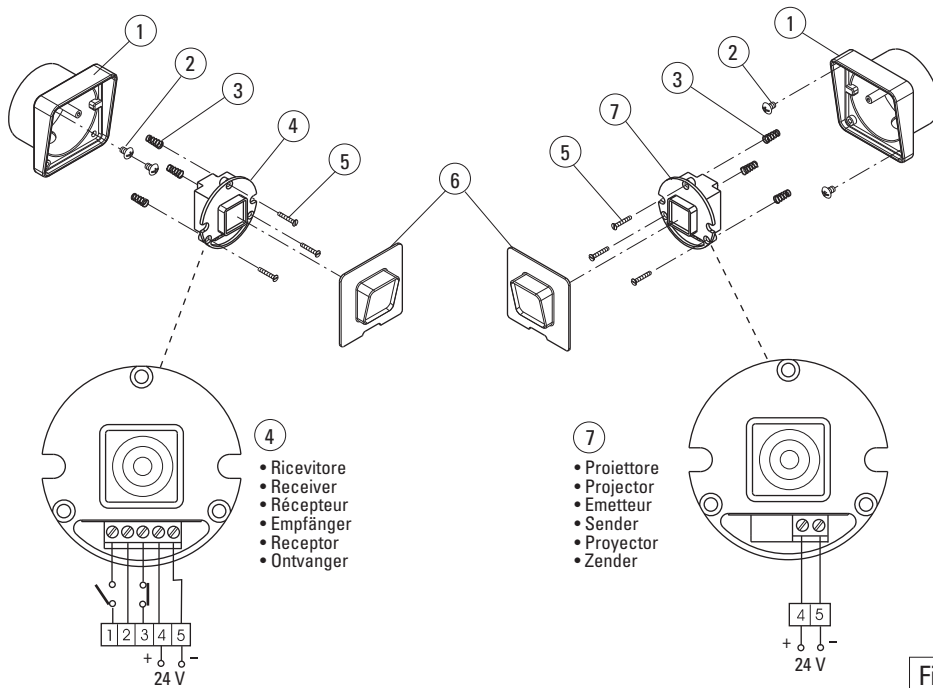
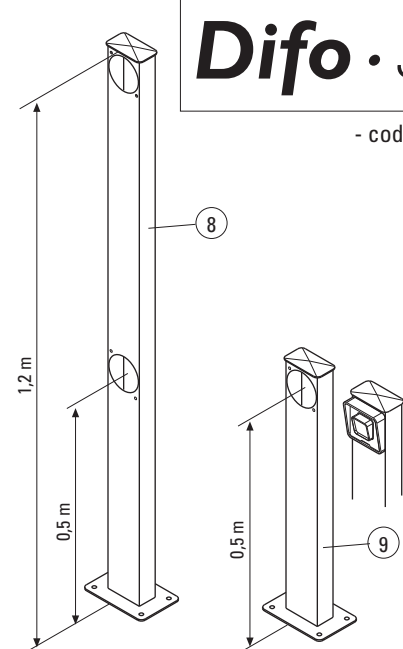
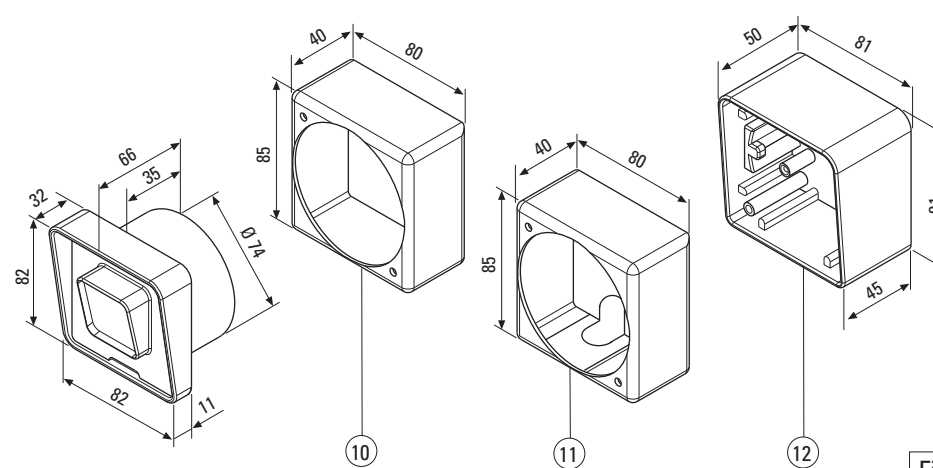
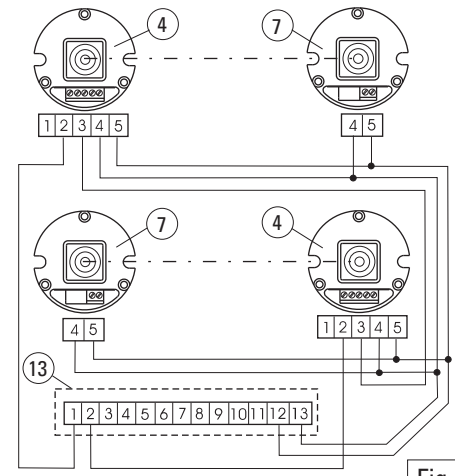

Fig. 1
Fig. 2
Fig. 3
Fig. 4
- Per una perfetta centratura delle fotocellule occorre fissare i due contenitori (1) uno di fronte all'altro, allineati alla stessa altezza da terra.
- Eseguire i collegamenti elettrici secondo lo schema del Proiettore (7) e del Ricevitore (4) (Fig.1).
- Fissare il frutto (4) e (7) al contenitore (1) oppure ai contenitori (10) (11) (12) a seconda dell'installazione.
- Centramento delle fotocellule: registrare tramite le tre viti di fissaggio (5) il frutto (4) e (7) al contenitore (1): per primo allineare il Ricevitore (4), dopo il Proiettore (7). Si ha la centratura quando la lente del Ricevitore (4) non è illuminata dal Led rosso interno.
- Una volta centrate le fotocellule, inserire la Mascherina di protezione (6).
**IMPORTANTE:** Nel caso in cui si installino due coppie di fotocellule (Fig.4) una a fianco all'altra, è necessario fissare a fianco del Proiettore (7) di una coppia il Ricevitore (4) dell'altra coppia.
### Componenti di Fig.1, Fig.2, Fig.3, Fig.4:
- For perfect photocell alignment, fix the two containers ① opposite one another, aligned at the same height from the ground.
- Perform electrical connections according to the Projector ⑦ and Receiver ④ wiring diagram (Pic.1).
- Fix components ④ and ⑦ to the container ① or containers ⑩ ⑪ ⑫ according to the installation required.
- Centring the photocells: use the three clamping screws ⑤ to fix components ④ and ⑦ to the container ①; firstly align the Receiver ④, then the Projector ⑦. Centring is obtained when the lens of the Receiver ④ is not lit by the internal red LED.
- Once the photocells have been centred, insert the protection shield ⑥.
**IMPORTANT:** If two pairs of photocells are installed (Pic. 4) next to one another, the Projector ⑦ of one pair must be fixed next to the Receiver ④ of the other pair.**Components of Fig.1, Fig.2, Fig.3, Fig.4:**
- Pour centrer correctement les cellules photoélectriques, fixer les deux boîtiers ① l'un en face de l'autre, alignés à la même hauteur du sol
- Effectuer les branchements électriques conformément au schéma de l'Emetteur ⑦ et du Récepteur ④ (Fig. 1).
- Fixer la capsule ④ et ⑦ au boîtier ① ou aux boîtiers ⑩ ⑪ ⑫ selon le montage.
- Centrage des cellules photoélectriques: régler à l'aide des trois vis de fixation ⑤ la capsule ④ et ⑦ au boîtier ①: aligner d'abord le Récepteur ④ puis l'Emetteur ⑦. Le centrage est obtenu lorsque l'objectif du Récepteur ④ n'est pas éclairé par le voyant-lumineux rouge intérieur.
- Lorsque les cellules photoélectriques sont centrées, introduire la cache de protection ⑥
**IMPORTANT:** Si vous montez deux paires de cellules photoélectriques (Fig. 4) à côté l'une de l'autre, il faut fixer l'Emetteur ⑦ d'une paire à côté du Récepteur ④ de l'autre paire.**Composants des figures 1, 2, 3 et 4:**
- Zur perfekten Zentrierung der Lichtschranke müssen die beiden Gehäuse ① auf gleicher Höhe vom Boden genau gegenüber befestigt werden.
- Die elektrischen Anschlüsse nach dem Schaltbild des Senders ⑦ und des Empfängers ④ durchführen (Abb.1).
- Die Komponenten ④ und ⑦ an das Gehäuse ① oder an die Gehäuse ⑩ ⑪ ⑫ je nach Anlage befestigen.
- Zentrierung der Lichtschranken: mit den Befestigungsschrauben ⑤ die Komponenten ④ und ⑦ an dem Behälter ① einstellen: zuerst den Empfänger ④ ausrichten, dann den Sender ⑦. Man hat die Zentrierung erhalten, wenn die Linse des Empfängers ④ nicht vom internen roten LED beleuchtet wird.
- Nachdem man die Lichtschranke zentriert hat, die Schutzabdeckung ⑥ aufsetzen.
**WICHTIG:** Sollte man zwei Lichtschrankenpaare nebeneinander montiert haben (Abb. 4), so ist es notwendig neben dem Sender ⑦ von einem Lichtschrankenpaar den Empfänger ④ des anderen Lichtschrankenpaars zu montieren.**Komponenten der Abb. 1, 2, 3, 4:**